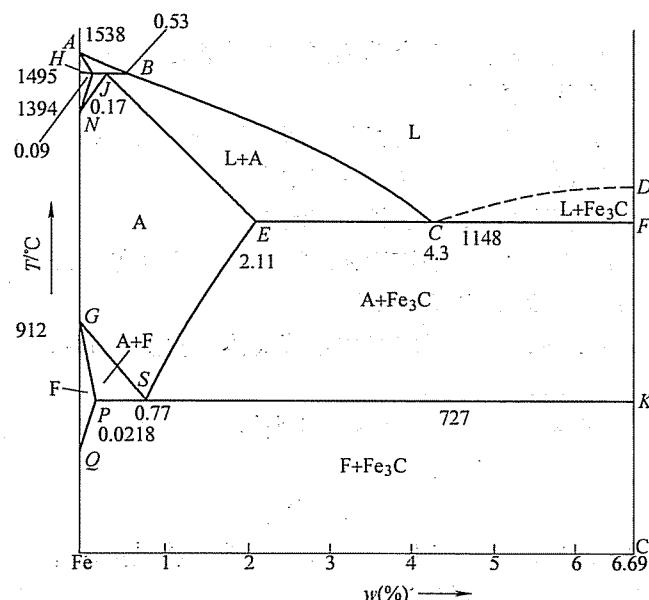

图 19-4 第五题解答图
1. 所画出 $\text{Fe}-\text{Fe}_3\text{C}$ 的平衡相图，如图 19-4 所示。各个相区的填写，如图 19-